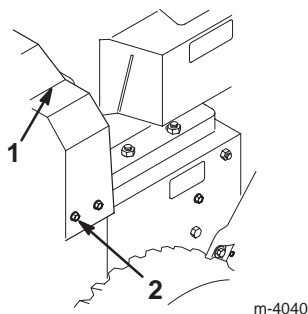

Figure 29
3. Retirez les 3 boulons de fixation du couvercle de courroie et mettez ce dernier de côté (Fig. 29).